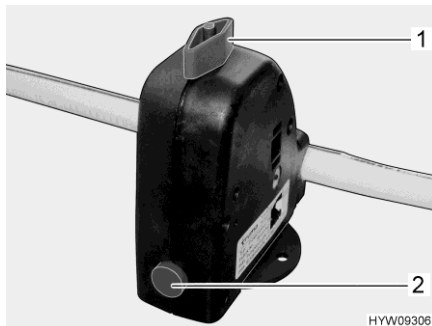

Fig. 186 Valvola di sicurezza/di scarico (Truma)
- Chiudere la valvola di sicurezza/di scarico (Truma). A tal fine ruotare la manopola (Fig. 186,1) verticalmente rispetto alla valvola di sicurezza/di scarico e premere verso l'interno il bottone automatico (Fig. 186,2).